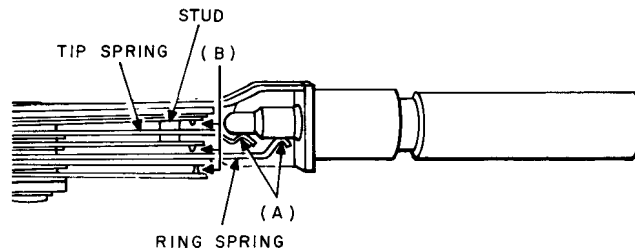

Fig. 2—Spring Position
***2.08 Spring Position:** Fig. 2(A)
***2.10 Contact Separation:** Fig. 2(B).